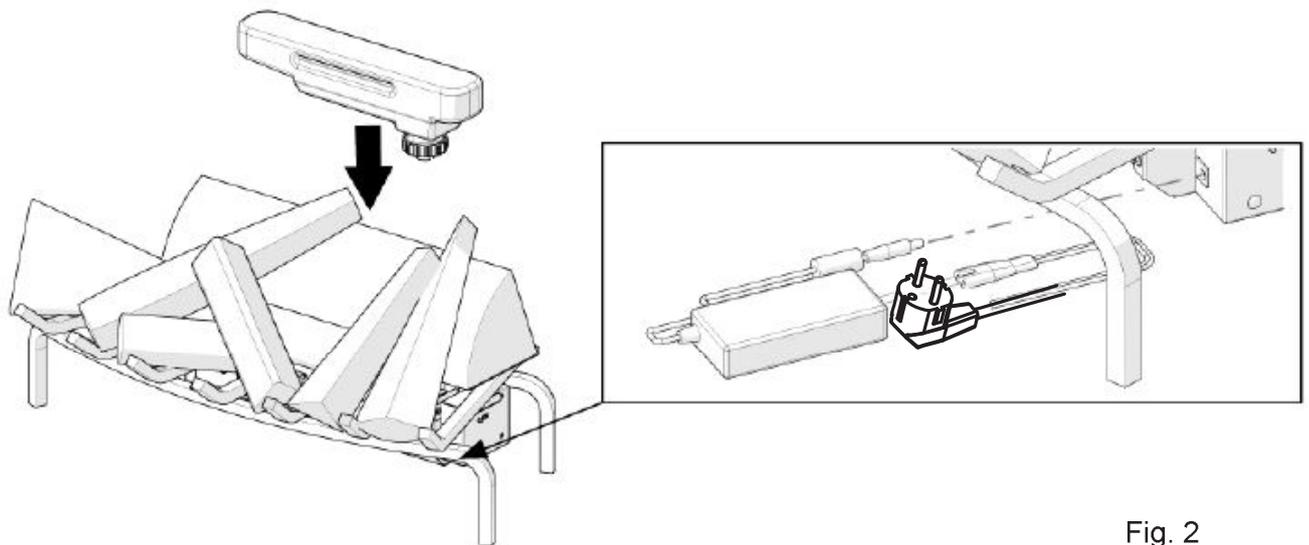

Fig. 2
3) Montare il cavo di alimentazione (Fig. 2). Inserire il cavo di alimentazione nel lato anteriore dell'unità, quindi inserire la spina in una presa.